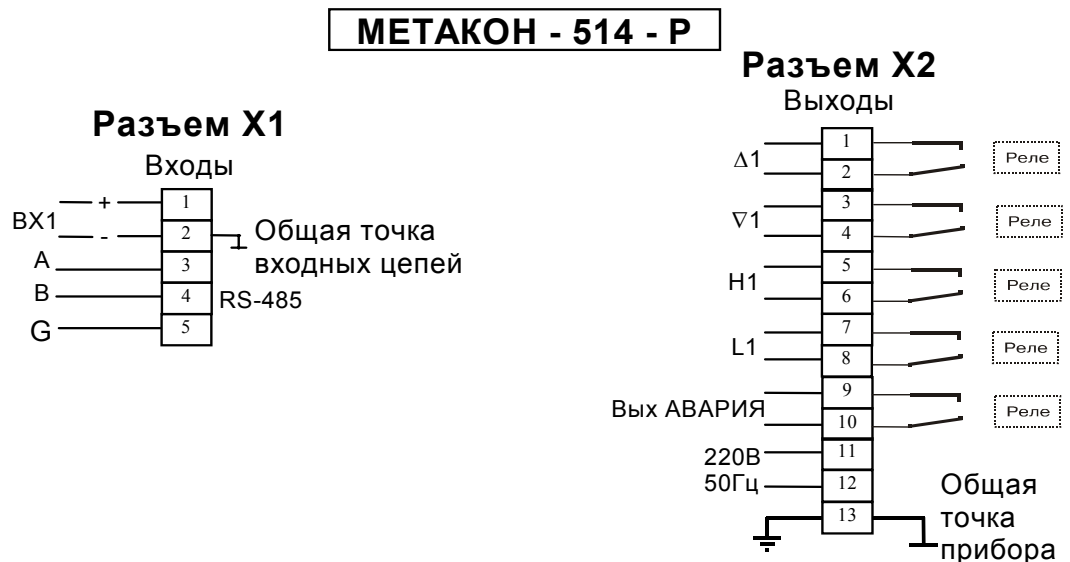

Рис.4.2.8.
4.2.8 Схемы подключения к клеммным соединителям показаны на рис. 4.2.8.